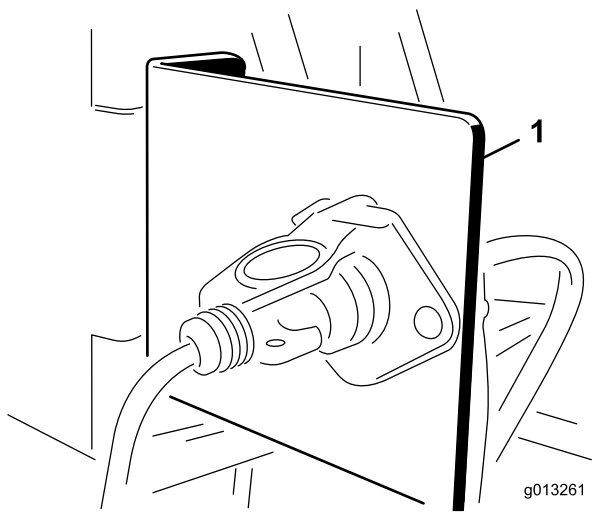

Рисунок 8
1. Установите кронштейн розетки в указанном месте в задней части буксирного автомобиля, используя для этого один из монтажных кронштейнов, поставляемых в комплекте (Рисунок 8).